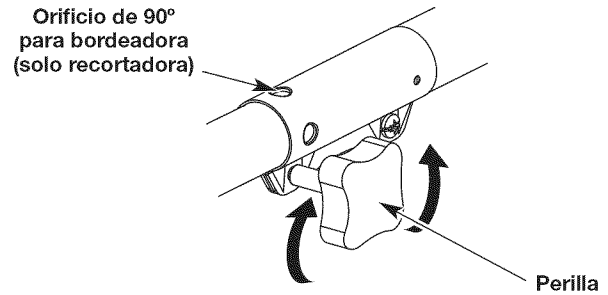
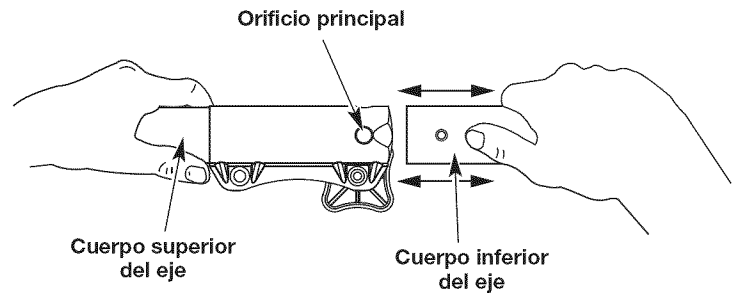

Fig. 6
Fig. 8
1. Para aflojar, gire la perilla en sentido contrario a las agujas del reloj (Fig. 6).
2. Sosteniendo firmemente el accesorio de corte u otro accesorio, empujelo directamente dentro del acoplador Convertible™ hasta que el botón de desconexión encaje sólidamente en el orificio principal (Fig. 8).
3. Para apretar, gire la perilla en el sentido de las agujas del reloj (Fig. 6).
PRECAUCIÓN: Antes de operar esta unidad, cerciórese de que el botón de liberación esté completamente encajado en el orificio principal (Fig. 8) y de que la perilla (Fig. 6) esté bien apretada.
Para hacer cortes (orillados) decorativos con el accesorio de corte del cabezal de línea, trabe el botón de desconexión del accesorio en el interior del orificio de 90° (Fig. 6).
3. Sujetando el cuerpo del eje superior, tire directamente del accesorio de corte o de cualquier otro accesorio para sacarlo del acoplador Convertible™ (Fig. 8).